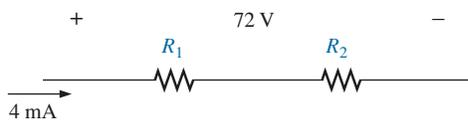

FIG. A4.115
- *32. Diseñe el divisor de voltaje de la figura A4.115 de modo que $V_{R_1} = 1/5 V_{R_2}$. Es decir, determine R_1 y R_2 .